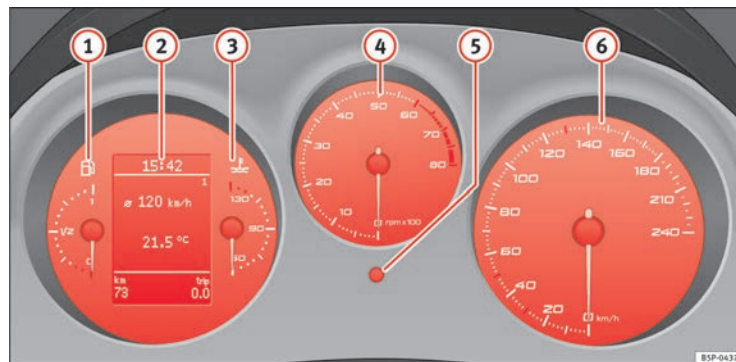

Fig. 32 Détail de la planche de bord : tableau de bord
Le début de la zone rouge du compte-tours ⇒ page 59, fig. 32 ④ représente, pour chaque vitesse, le régime maximal autorisé du moteur à sa température normale de fonctionnement. Il est recommandé d'engager la vitesse immédiatement supérieure, d'enclencher le levier sélecteur en position D ou de lever le pied de l'accélérateur avant que l'aiguille n'atteigne cette zone.
- Pour régler les heures, tournez le bouton de réglage ⇒ page 59, fig. 32 ⑤ vers la droite jusqu'au premier « clic ». Les chiffres des heures clignotent. Pour modifier l'heure, appuyez sur le bouton. ►